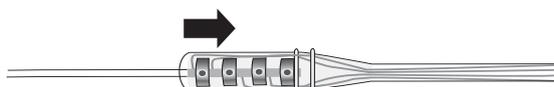

Figura 22. Introduza totalmente o eléctrodo na junção de ligação dos parafusos de fixação
3. Introduza totalmente a extremidade exposta do eléctrodo no orifício da junção de ligação dos parafusos de fixação (Figura 22).